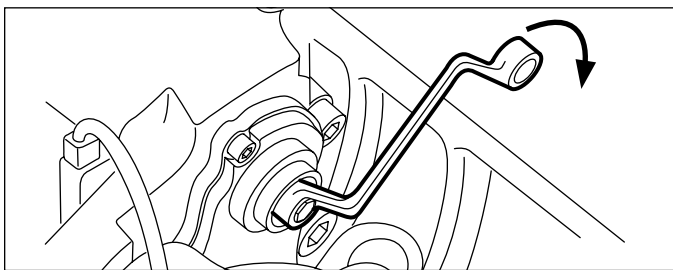

FIGURA 40 - CÓMO AJUSTAR EL ESPACIO DE FUNCIONAMIENTO
- 5.2.20 Use una llave de cubo de seis puntos de 10 mm, haga girar el adaptador de cizallamiento (61) **hacia la izquierda** y escuche el sonido de 3 clics que indica que el mecanismo aumenta el espacio de funcionamiento. Nota: no use una llave de boca, ya que esto puede averiar el adaptador. (Consulte la figura 40).